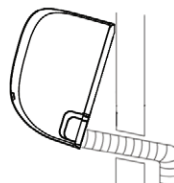

fig. 13 -
N.B.: Per facilitare l'operazione di fissaggio dell'unità alla piastra, tenere sollevata la parte inferiore dell'unità e poi abbassarla in posizione perpendicolare accompagnando la guaina ("fig. 13 -"), leggermente discendente verso l'esterno, iniziando a forare da un lato del muro (A) e terminando dal lato opposto (B). Si lascia comunque all'esperienza dell'installatore il perfezionamento di tutte le operazioni a seconda delle esigenze specifiche.